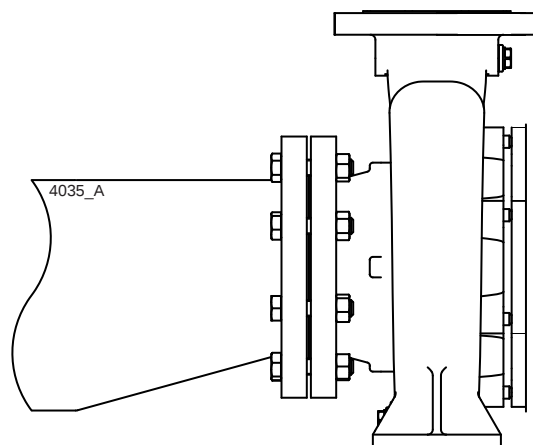

Figure 2: Pièce de réduction excentrique vers la bride d'aspiration.
- Le passage du tuyau d'aspiration doit être généreux. Ce tuyau doit être aussi court que possible et son trajet vers la pompe ne doit pas permettre la formation de poches d'air. Si cela n'est pas réalisable, un dispositif d'aération doit être prévu au point le plus élevé. Si le diamètre intérieur du tuyau d'aspiration est plus grand que celui du raccord d'aspiration de la pompe, une pièce de réduction excentrique doit être utilisée pour éviter la formation de poches d'air et de tourbillons. Voir la figure 2.